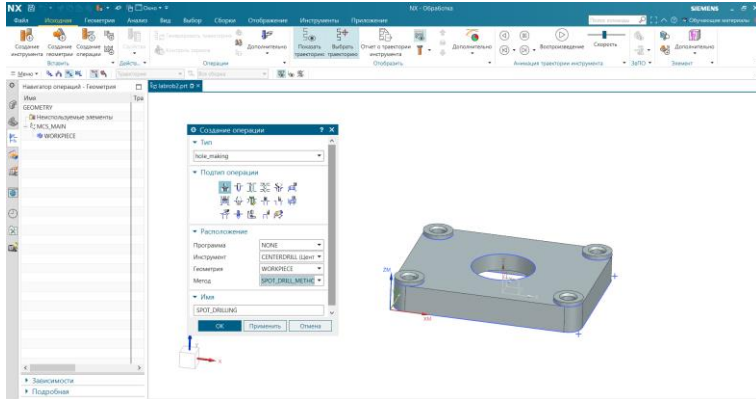

Рисунок 2.10 – Диалогове вікно «Создание операции»
8) Виконайте команду «Создание операции». З'явиться діалогове вікно (рис. 2.10).